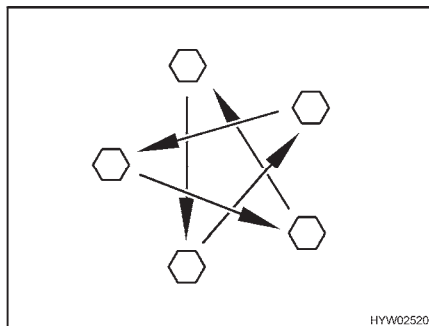

Bild 176 Dra åt hjulmuttrarna eller hjulbultarna korsvis
- Kontrollera regelbundet att hjulmuttrarna eller hjulbultarna är ordentligt åtdragna. Om du har bytt däck ska hjulmuttrarna eller hjulbultarna dras åt på nytt korsvis (Bild 176) efter 5 mils körning.